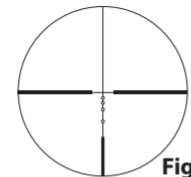
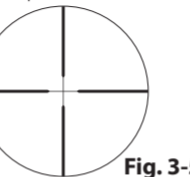
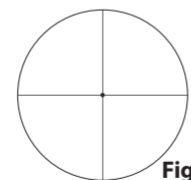
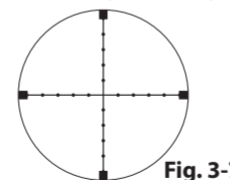

Fig. 3-4
Fig. 3-5
Fig. 3-6
Fig. 3-7
(2) Fokusering
- 1 Titta genom okularet med ögat ca 10 cm (4 tum) från okularlinsen så ser du BDC-hårkors (fig. 3-4), Duplex-hårkors (fig. 3-5), Fint hårkors med Dot (fig. 3-6) eller Mildot-hårkors (MIL-standard) (fig. 3-7). Se till att ditt öga befinner sig i rätt läge och på rätt pupillavstånd, i annat fall kan det bli "svart".
(3) Förstoring
Håll justeringsratten med fingrarna och undvik att vrida den från den inriktade skalringen. Vrid skruven på justeringsrattens ovansida moturs med den medföljande insexnyckeln ① tills skruven går att avlägsna. Ta sedan bort justeringsratten (fig. 3-5).